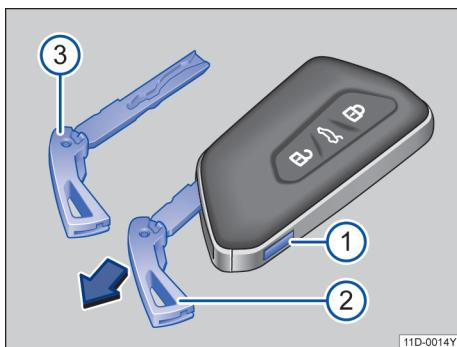

图 48 汽车钥匙：解锁应急钥匙
- ① 短促按压解锁按钮。向上翻起钥匙头。
- ② 按压解锁按钮，沿箭头方向拉出应急钥匙。
- ③ 应急钥匙。
在汽车钥匙中有一把用于手动解锁和锁止车辆的应急钥匙→图 48③→第 55 页。